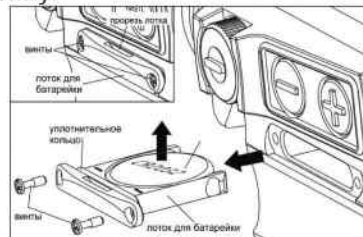

рис. 2-1
- 1) Извлечение батарейки (см. Рис. 2-1):